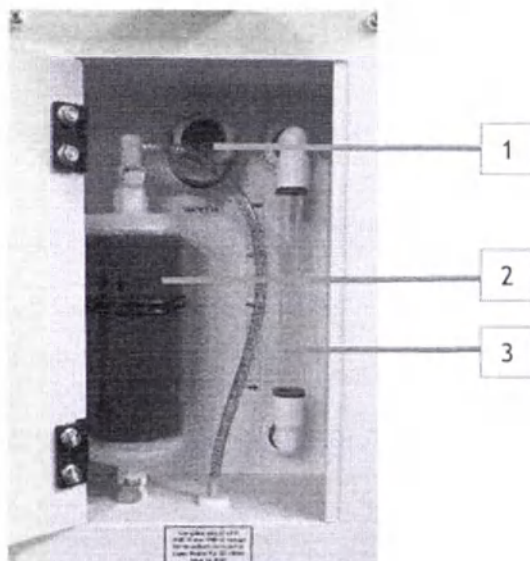

Рисунок 10: Вид гидравлического отсека
- 2 Вставьте воронку быстрого разъема в гидравлический разъем (см. Рисунок 10).